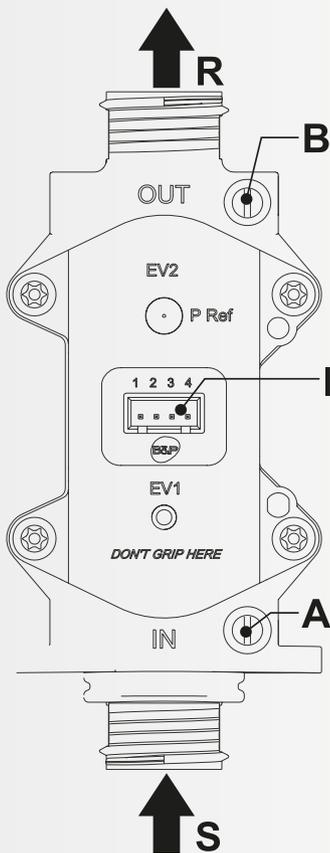

Рисунок 1
- Подключите манометр к штуцера измерения давления «**B**», расположенному после газового клапана (см. рисунок 1).